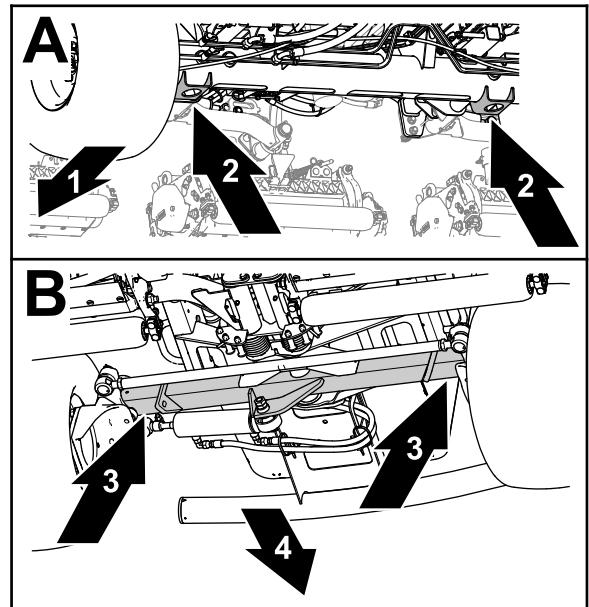

Figura 55
- Delante – los puntos de apoyo del gato del tubo del eje delantero (Figura 55).